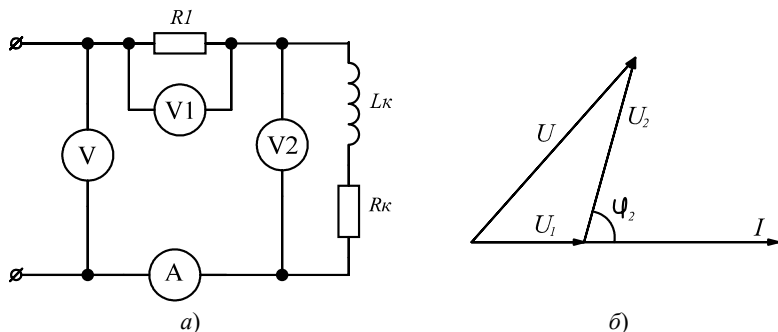

Рис. 3.1. Электрическая схема измерительного эксперимента – а и векторная диаграмма – б.
Схема цепи измерительного эксперимента приведена на рис. 3.1 а. Векторная диаграмма напряжений показана на рис. 3.1 б.
1.3.3. В цепи, приведенной на рис. 3.1 а, показания приборов имеют следующие значения: $U=106,4$ В, $U_1=44$ В, $U_2=72$ В, $I=2$ А. Вычислить R_1 , R_2 , X_L , φ_2 . Записать комплекс $\underline{Z}_2$ в алгебраической и показательной формах.